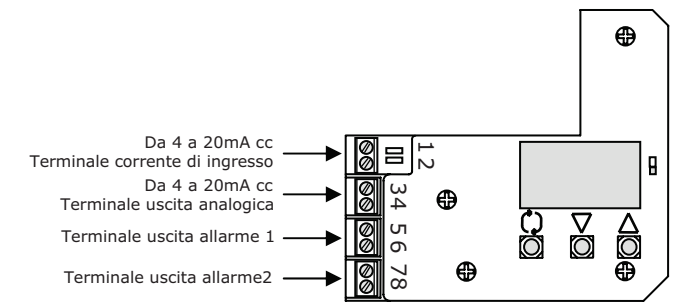

Fig. 8
- (1) Togliere il posizionatore per il coperchio.
- (2) Collegare il cablaggio della corrente di ingresso proveniente da un contatore per regolazione (unità di controllo) ed ogni cavo di uscita secondo quanto mostrato nella Fig. 8.